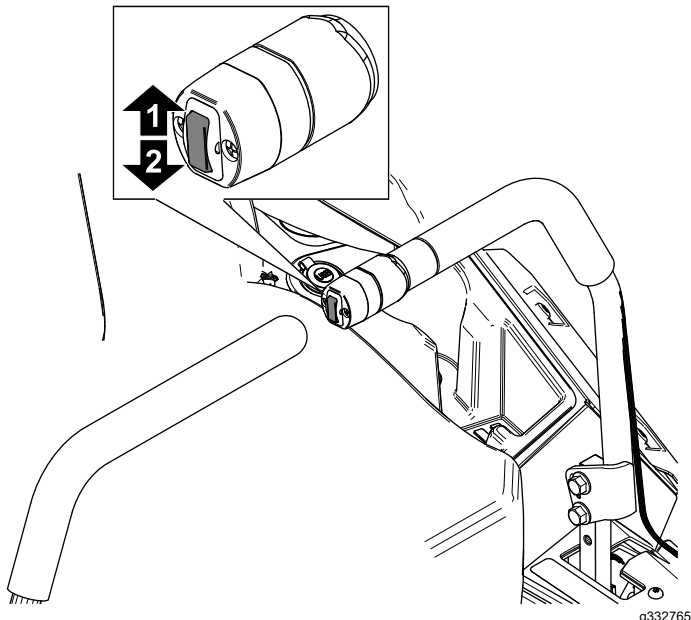

Figure 33
1. Appuyez sur la commande de levage du tablier (Figure 33) jusqu'à ce que le tablier soit complètement levé.
1. Appuyez sur la commande de levage du tablier (Figure 33).